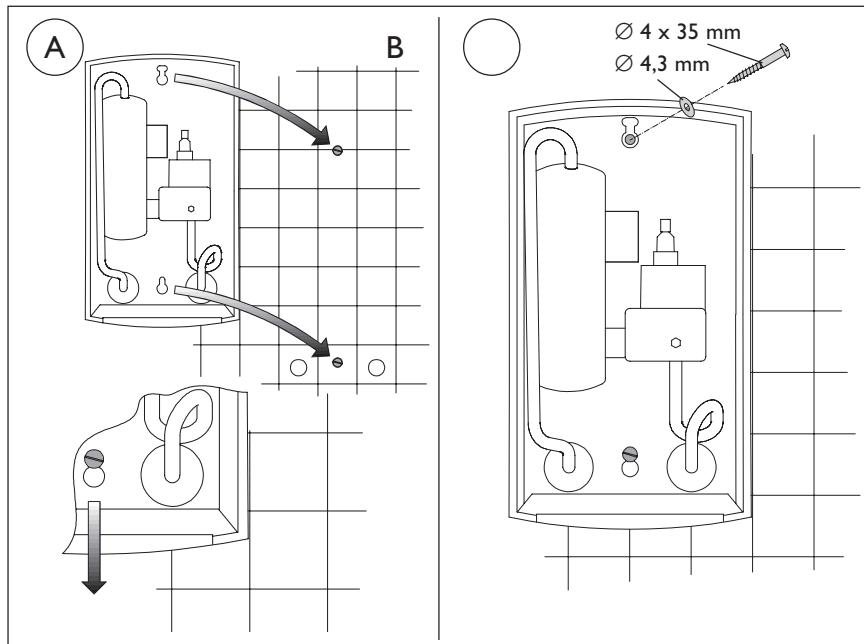
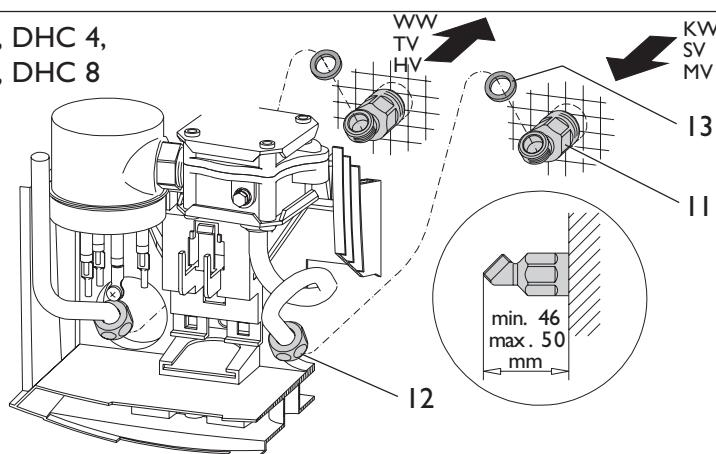

Рис. 9
Рис. 12
2. Установить детали для подключения водопровода в соответствии с рис. 12 или 13.
Указание: При замене старого прибора типа DHC (старые отверстия могут использоваться) дополнительно ввинтить верхние винты и использовать прилагаемые шайбы (рис. 9 **B**).
5. При подштукатурном монтаже выполнить указания к рис. 12. Прибор насадить на винты и зафиксировать (рис. 9, А).
Подштукатурный монтаж водопровода (рис. 12)
- Отжать фиксатор клеммной колодки (рис. 12), вынуть клеммную колодку и вмонтировать ее в нижней части прибора (поз. 13)